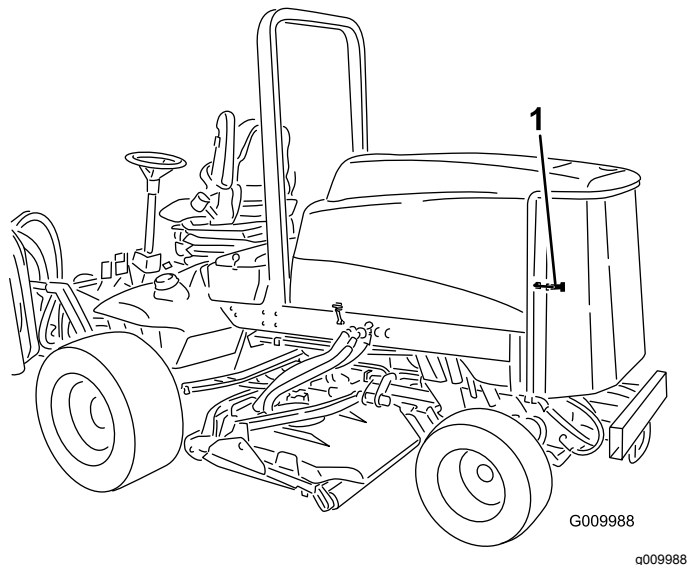

Figura 45
1. Sbloccate la griglia posteriore ed apritela (Figura 45). Ripulite accuratamente la griglia da tutti i detriti.